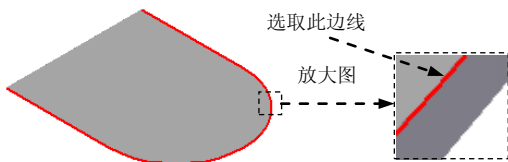
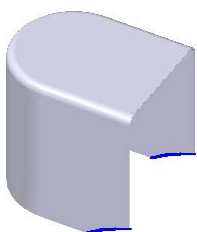

图 8.1.6 选取路径
图 8.1.8 法向除料特征 1
(1) 选择命令。单击“主页”功能选项卡中“钣金”工具栏中的“轮廓弯边”按钮。
(2) 定义特征的截面草图。
① 选取路径。在系统的提示下，选取图 8.1.6 所示的模型边线为路径，在“轮廓弯边”命令条中的“位置”文本框中输入值 0，并按 Enter 键，进入草图绘制环境。
③ 单击“主页”操控板中的“关闭草图”按钮，退出草图绘制环境。
(3) 轮廓弯边的延伸量及方向。在“轮廓弯边”命令条中单击“延伸步骤”按钮；单击“链”按钮，选取图 8.1.6 所示的模型边线，单击鼠标右键。
(4) 单击“完成”按钮，完成特征的创建。
Step4. 创建图 8.1.8 所示的法向除料特征 1。
(1) 选择命令。在“主页”功能选项卡“钣金”工具栏中单击“打孔”按钮，选择“法向除料”命令。
① 选取草图平面。在系统“单击平的面或参考平面。”的提示下，选取前视图 (XZ) 平面为草图平面。
② 绘制图 8.1.8 所示的截面草图。